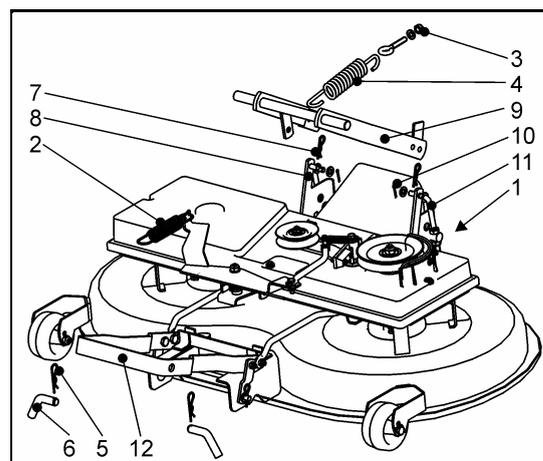

Fig. 35
A. DEMONTAGE DE LA TONDEUSE (Fig. 35)
EXPLICATION FIG. 35